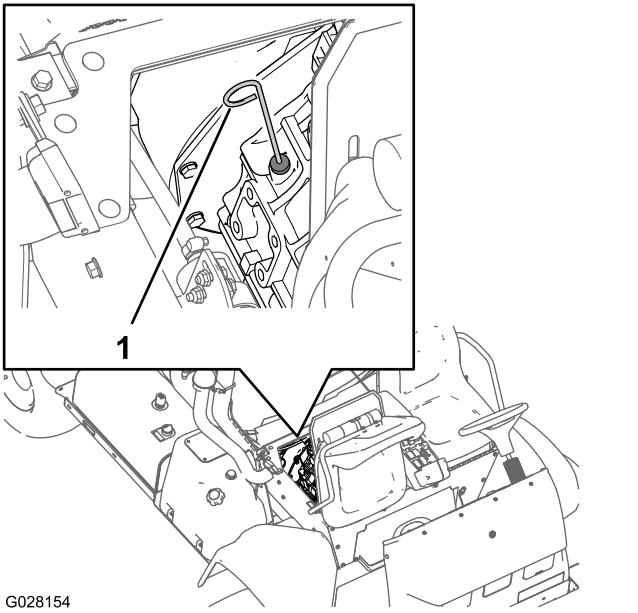

图53
- 取出量油尺并检查发动机中的机油油位 图53。
7. 慢慢注入规定油量的剩余部分使油位达到量油尺上的“已满”标记处 图53。